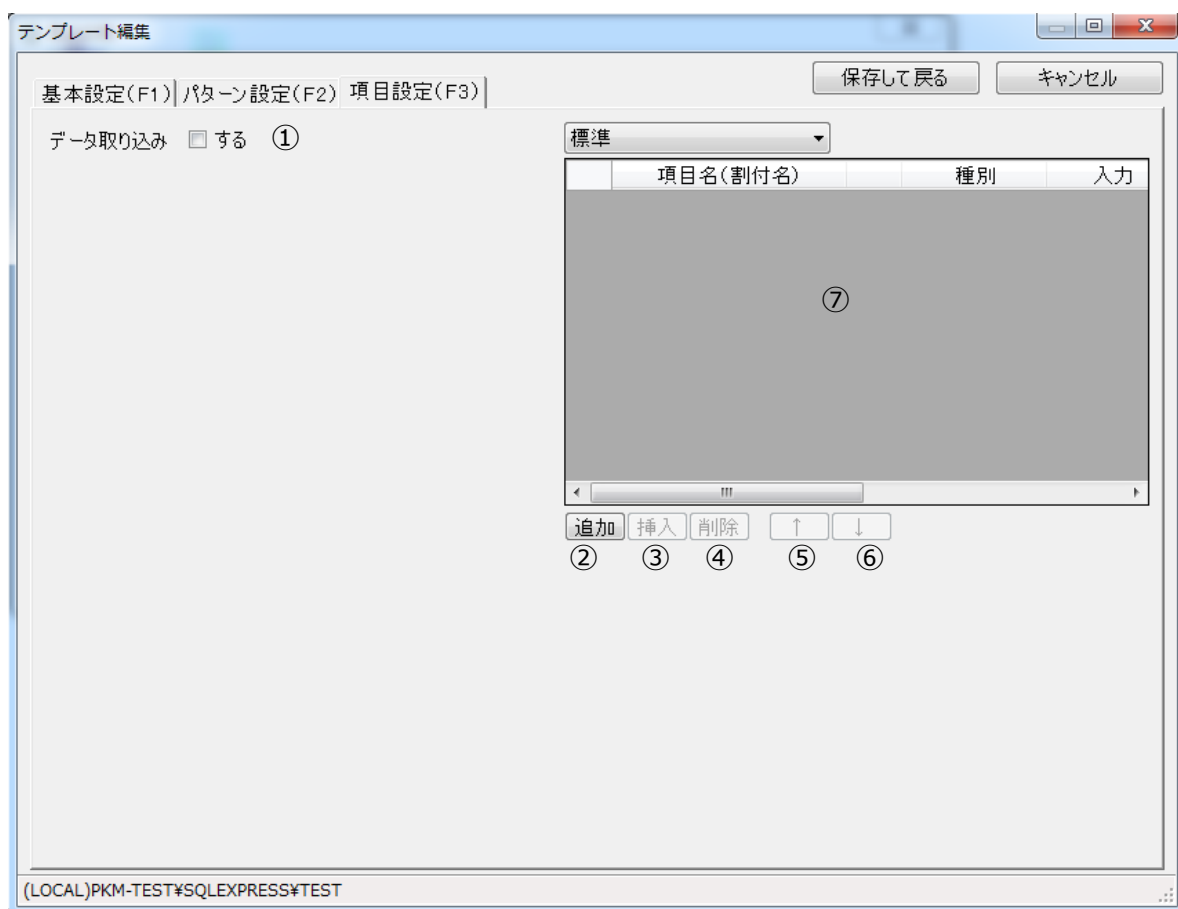

図 5
パターン設定画面が(図5)のように変化しました。
それから再品番登録を行きましょう。再品番登録（図5 ⑤）をクリックしチェックを付けます。